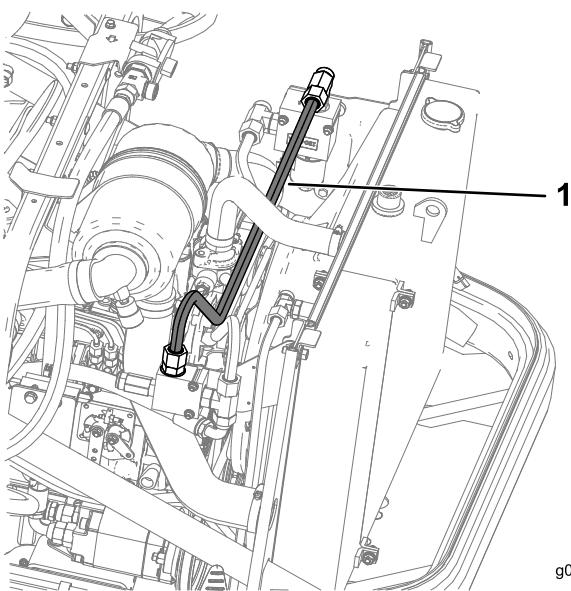

図 30
10. 図 30に示すように、油圧ホースIを、右側マニホールドアセンブリのアダプタフィッティング $5/8 \times 5/8$ インチ、オスから、左側マニホールドアセンブリのT字アダプタフィッティング $5/8$ インチ、オスに取り付ける。